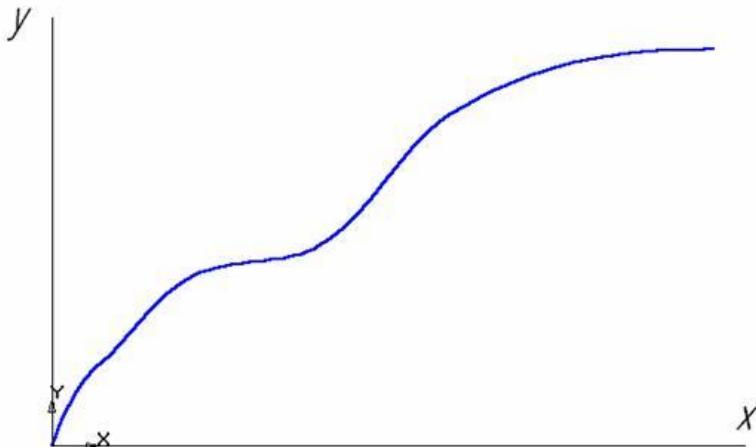

Рис. 1.10. Кривая Безье
**Задание:** Постройте график по точкам, заданным координатами X и Y, табл. 1.2, рис. 1.10.